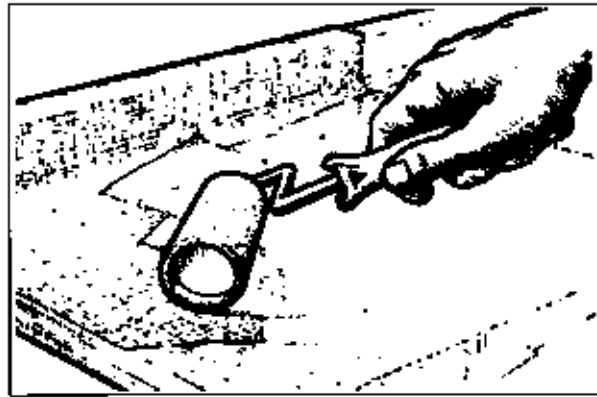

Abb. 8-16 Rollen Sie den ersten Anstrich mit unangedicktem Epoxidharz auf, um die Gewebestruktur aufzufüllen, noch bevor der Untergrund ausgehärtet ist.
9. Bevor die Beschichtung durchhärtet, sollte die Gewebestruktur durch einen Harzauftrag gefüllt werden (Abb. 8-16). Der Ablauf ist in Abschnitt 8.4.7 beschrieben. Drei bis vier